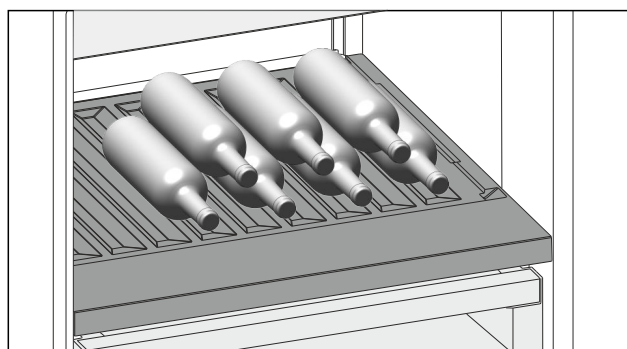

Fig. 109
- Inserire le bottiglie con il fondo rivolto verso la parte posteriore. (vedere Fig. 109)